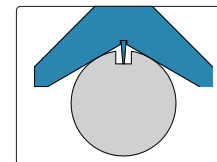

Abb. 2
---Führen Sie die Spitze in die Keilnut ein und passen Sie sie so an, dass der V-förmige Rahmen vollständig an der zylindrischen Kante anliegt (Abb. 2). Drehen Sie das Werkstück leicht, um den Maximalwert der Messanzeige zu ermitteln. Der Maximalwert entspricht der Tiefe der Keilnut.